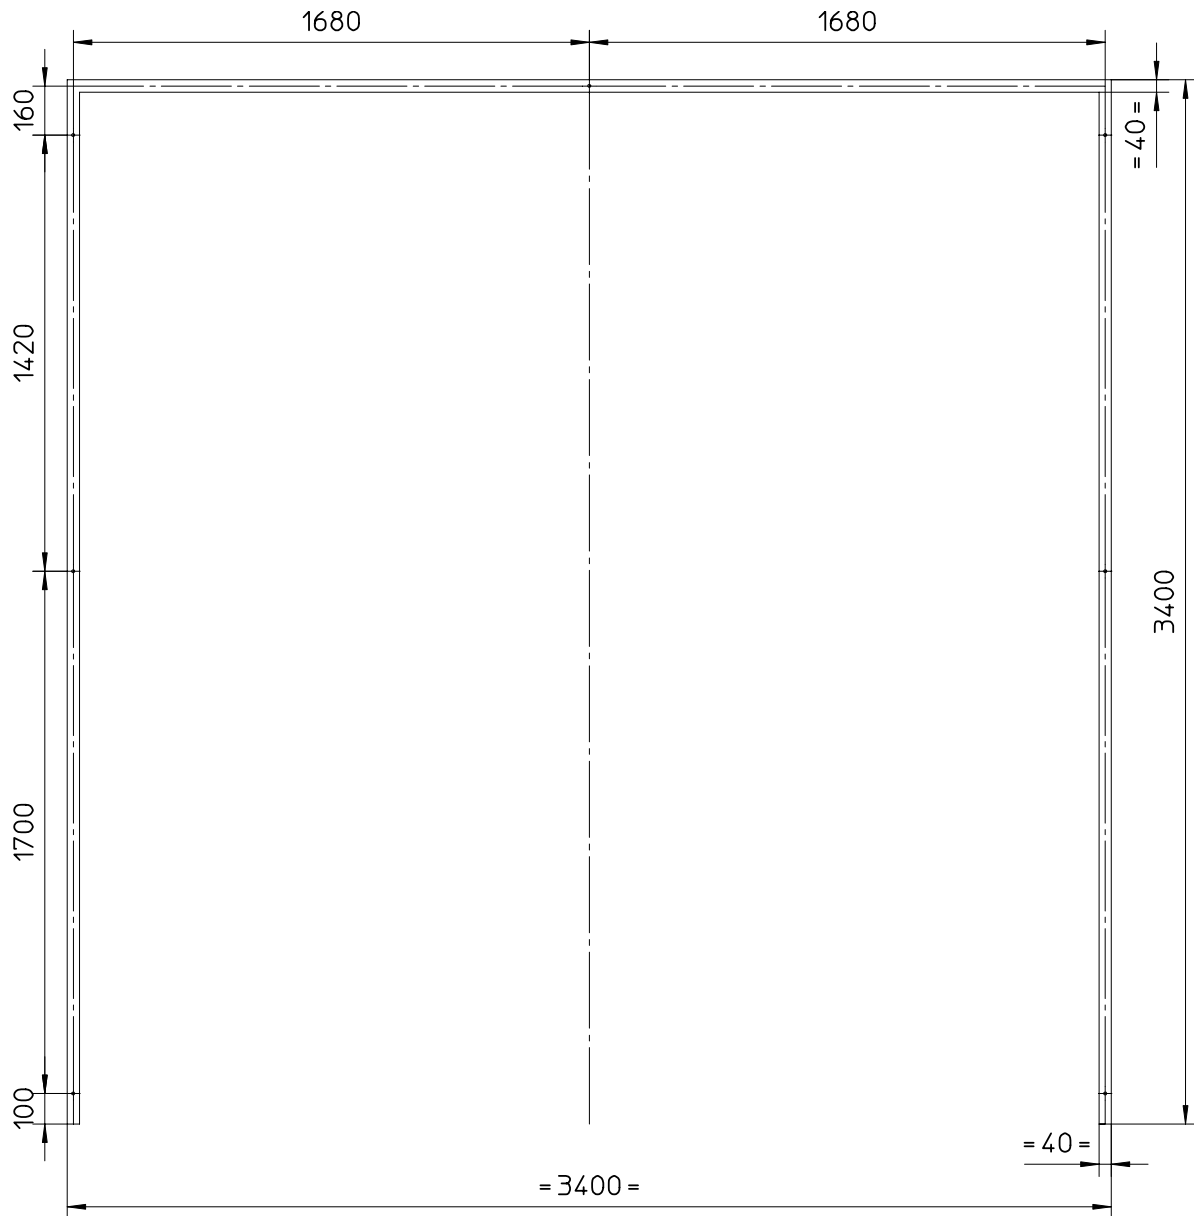

Fig. 3
- Geheel aan gevel bevestigen (7 gaten, zie Fig. 3) met behulp van heftruck of autolaadkraan (bevestigingsmateriaal niet meegeleverd)
- Das Ganze an der Fassade montieren (7 Löcher, siehe Fig. 3) mit Hilfe eines Gabelstaplers oder eines Autoladekrans (Befestigungsmaterial nicht mitgeliefert)
- Fix the entirety to the face (7 holes, see Fig. 3) with help of a forklift or a truck-mounted crane (fixing material not supplied)
- Fixer l'ensemble à la façade (7 trous, voir Fig. 3) à l'aide de un chariot élévateur ou une grue (le matériel de fixation n'est pas fourni)